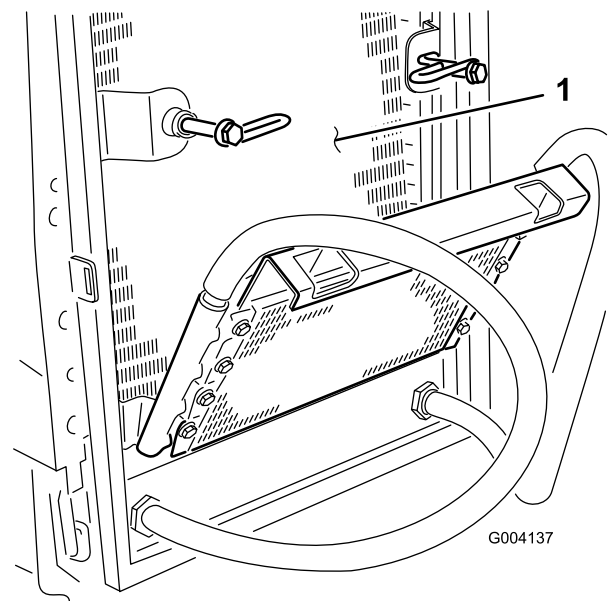

図 64
6. オイルクーラとラジエターの裏表を 図 64 圧縮空気ですていねいに清掃する。